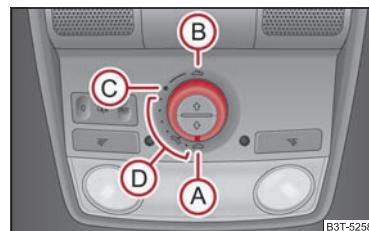

Fig. 43 Conmutador giratorio para el techo corredizo panorámico
El techo corredizo panorámico con cortinilla antisolar enrollable se puede activar con el conmutador giratorio sólo estando el encendido conectado ⇒ fig. 43. El conmutador giratorio tiene varias posiciones.
- Gire el conmutador a la posición **(C)** ⇒ fig. 43.
- Gire el conmutador a la posición **(A)** ⇒ página 59, fig. 43.